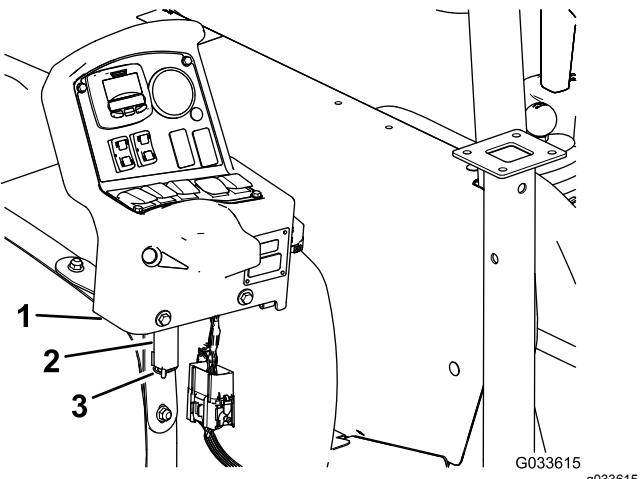

Figura 132
- Rimuovete il quadro di comando dalla staffa di montaggio di comando sul cruscotto della macchina e allineate il perno di articolazione sul quadro di comando con la staffa d'immagazzinamento sulla fascetta del serbatoio anteriore (Figura 132); fate riferimento a Installazione del quadro di comando sulla macchina \(pagina 20\).
- 8. Montate il quadro sulla staffa e fissate il perno di articolazione alla staffa con la coppia (Figura 132).